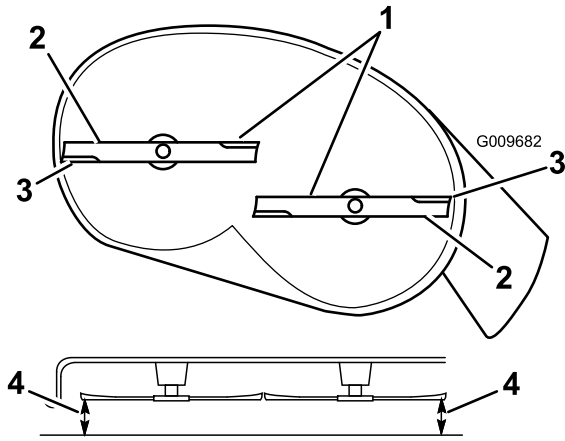
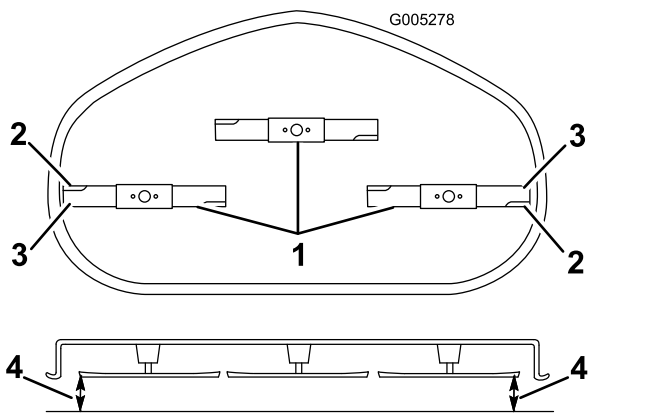

Figura 50
Figura 51
- Gire cuidadosamente las cuchillas hasta que estén todas orientadas lateralmente (Figura 50 y Figura 51).
- Mida entre los bordes de corte exteriores y la superficie plana (Figura 50 y Figura 51).